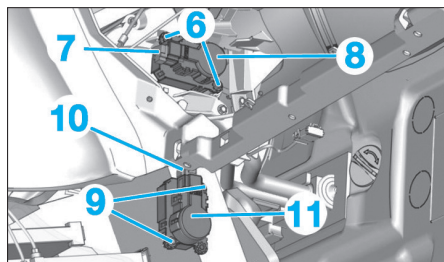

Fig. 31
- Déposer les vis (6) (Fig.31).
- Débrancher le connecteur (7).
- Déposer le motoréducteur de distribution droit (8).
- Déposer les vis (9) (Fig.31).
- Débrancher le connecteur (10).
- Déposer le motoréducteur de distribution droit (11).